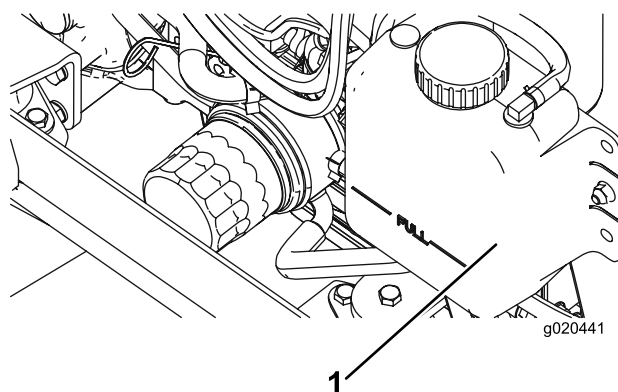

Figura 109
1. Retire cuidadosamente a tampa do radiador e a tampa do depósito de expansão (Figura 109).